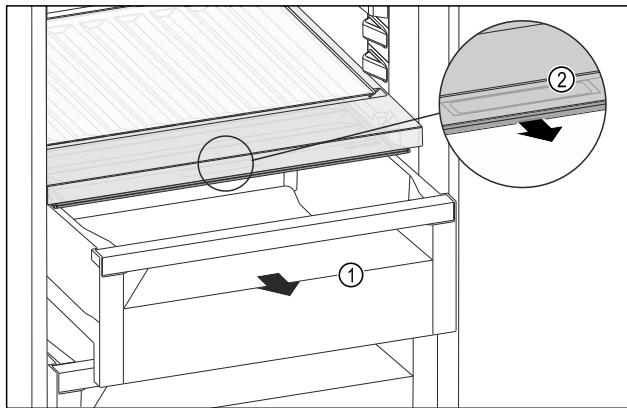

Fig. 120
- Zásuvku Fig. 120 (1) vytáhněte.
- Uchopte prohlubeň pro rukojeť Fig. 120 (2) na víku zásuvky a současně zatáhněte za víko zásuvky směrem dopředu.